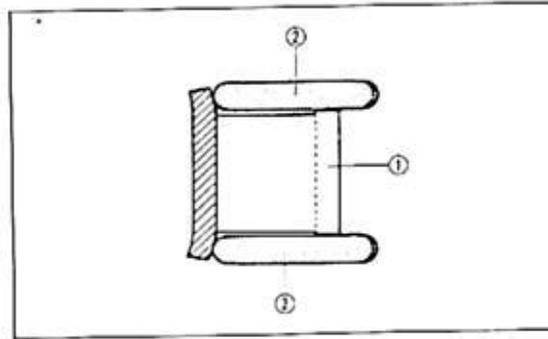
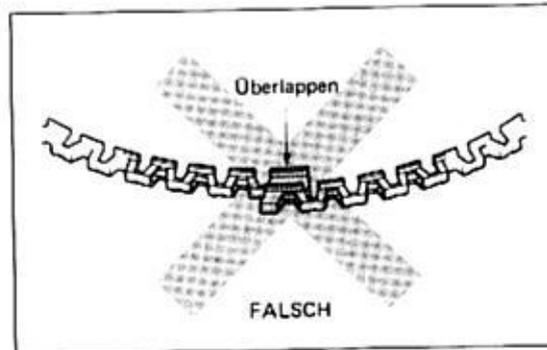

Bild 125
Bild 126
- Ölabbstreifring wie in Bild 125 gezeigt an Kolben anbringen. Dabei darauf achten, dass Abstandshalter nicht überlappt (Bild 126).